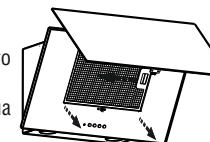

рис. 4
Перед установкой вытяжки снимите алюминиевый фильтр (рис. 4).
- потяните за нижний край откидной панели, как показано на рис.4 и откройте ее до упора;